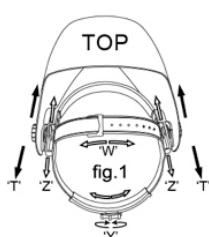

fig. 1
Obwód całkowity opaski na głowę można zwiększać lub zmniejszać przekręcając pokrętło znajdujące się w tylnej części opaski (patrz regulacja „Y” na Rys. 1). Użytkownik może dopasować obwód opaski założoną przyłbicą na głowie, dzięki czemu może odpowiednio ustawić poziom napięcia opaski, ale bez nadmiernego uciskania głowy.
•Jeżeli opaska jest położona na głowie za wysoko lub za nisko, należy dopasować długość paska znajdującego się w górnej części głowy. W tym celu należy odpiąć koniec paska i przycisnąć zacisk mocujący wyciskając go z dziurki w pasku. Przesuwając obie części paska, ustawić większą lub mniejszą szerokość w zależności od potrzeb, a następnie wcisnąć zacisk mocujący do najbliższej dziurki (patrz regulacja „W” na Rys. 1).
Krok 1: Poluzować węzel zamkujący znajdujący się po obydwu bokach przyłbicy. Przesuwać węzeł ustawiając go w większej lub mniejszej odległości od twarzy (Patrz „T” na Rys. 1). Ważne jest, aby szybka znajdowała się w takiej samej odległości od oboję oczu. W przeciwnym przypadku, może wystąpić niejednorodny stopień zaciemnienia.